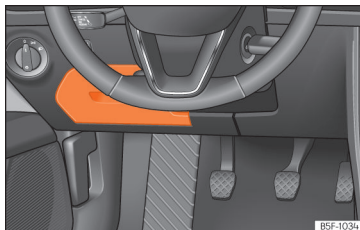

Fig. 51 Sul cruscotto, lato del conducente: coperchio della scatola dei fusibili.
- **Apertura:** abbassare la copertura »» fig. 51.